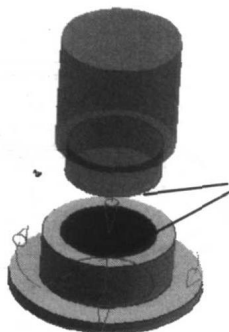
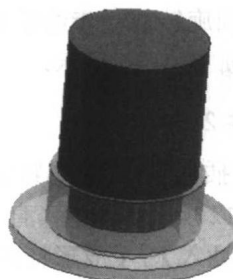

图 1-17 选取装配表面
图 1-18 普通装配后的结果
(4) 如图 1-17 所示，对所选择的两个零件表面执行普通装配操作，其结果如图 1-18 所示。